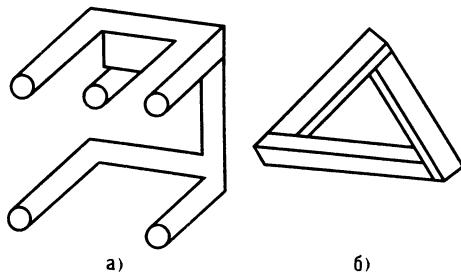

Рис. 27. К задаче 36
36. В чем странность предметов (рис. 27, а и б)?